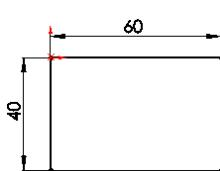

图 3-101 绘制的草图
**02** 绘制草图。在菜单栏中选择“工具”→“草图绘制实体”→“矩形”命令，或者单击“草图”工具栏中的“边角矩形”图标按钮□，以原点为一角点绘制一个矩形并标注尺寸，结果如图 3-101 所示。